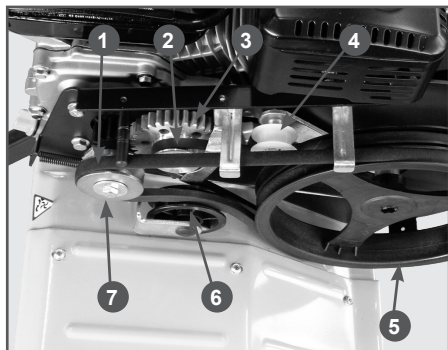

Рис. 26 Обслуживание ремней привода
2. Снимите ремень 1 переднего хода со шкивов шестерни 3 заднего хода и редуктора 5 (Рис. 26).